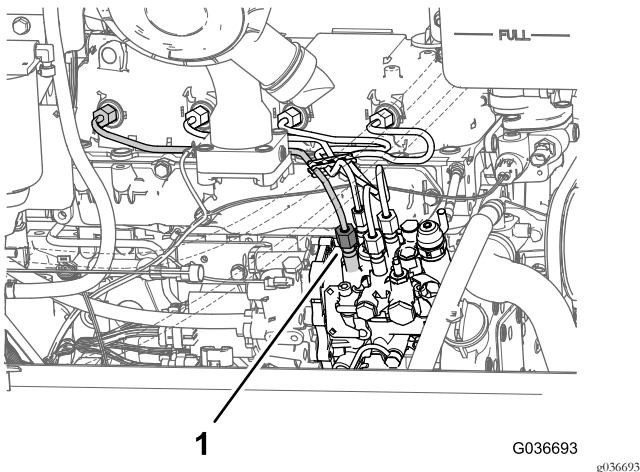

図 45
1. 燃料噴射ポンプのNo.1シリンダ用インジェクタ 図 45 のチューブのナットをゆるめる。